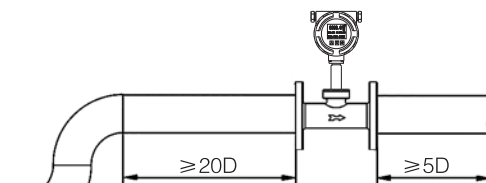

图7
d). 同一平面两个弯管的安装：流量计前直管段应 $\geq 20D$ 的等径直管段，后直管段应 $\geq 5D$ 的等径直管段如图7